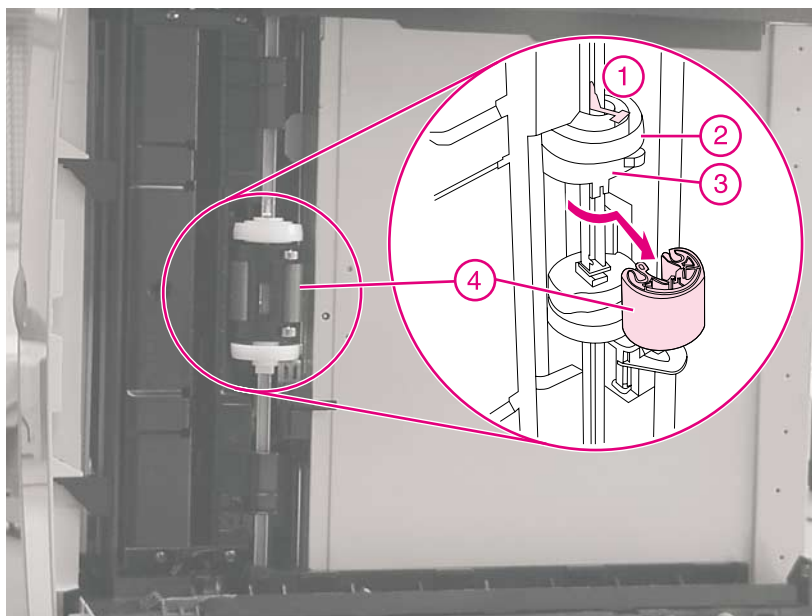

Figura 9
- 3 Premere la linguetta di blocco (Figura 9, elemento 1) sul fermo bianco laterale (elemento 2) e far scorrere sul rullo (elemento 4) il fermo a camme e la boccia nera (elemento 3).